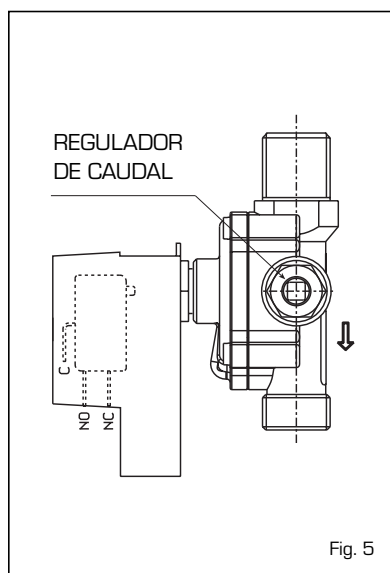

Fig. 5
2.2.2 Produção de água sanitária "DUETTO 25-35" (fig. 5)
Para regular o caudal de água sanitária actuar no regulador de caudal do pressóstato da água (fig. 5):